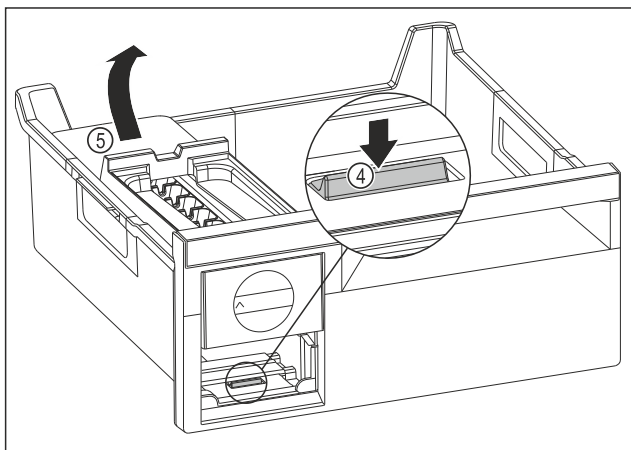

Fig. 82
- ▶ Извлеките корпус EasyTwist-Ice: Надавите пальцем вниз на накладку Fig. 82 (4) и одновременно другой рукой поднимите корпус EasyTwist-Ice Fig. 82 (5) сзади.